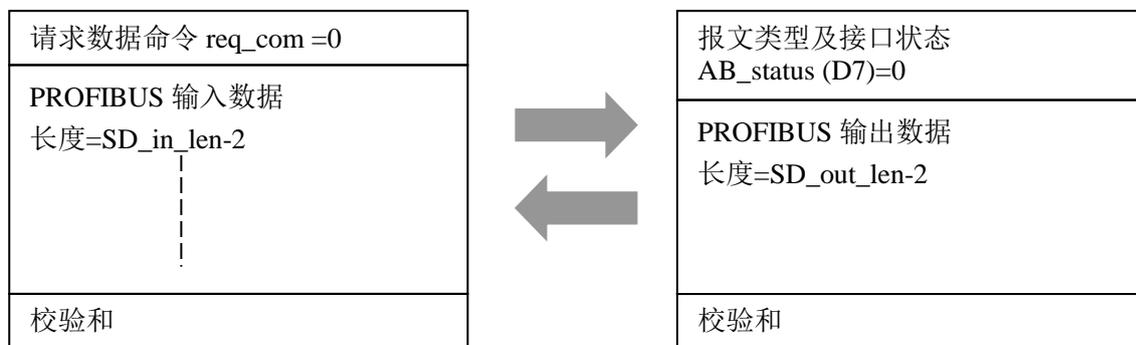

图 4-8 用户模板发一输入数据报文 req_com=0，接口板答一输出数据报文格式 A
(2) 接口板接收到用户板发送的输入数据报文后，将 PROFIBUS 输入数据送 PROFIBUS 输入区，然后判断“请求数据命令 req_com”。
① 如果用户模板请求读取 PROFIBUS 输出数据，即 req_com =0，接口板将回答“输出数据报文 A”（包括：报文类型及接口状态 AB_status、PROFIBUS 输出数据、校验和）。见图 4-8，报文类型及接口状态 AB_status 见表 4-4。